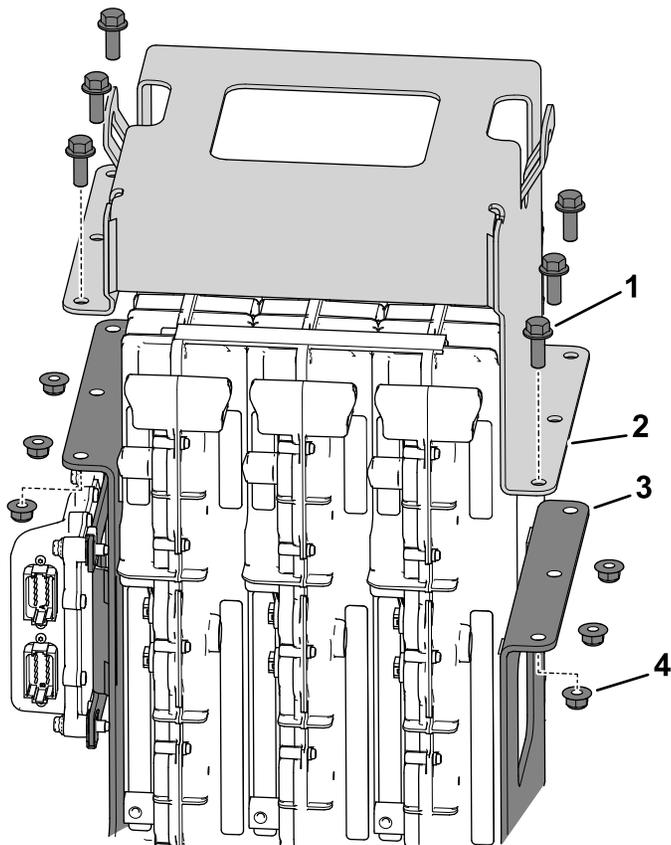

Bild 14
3. Verwenden Sie 6 Bundbolzen ($\frac{3}{8} \times 1''$) und 6 Bundmutter ($\frac{3}{8}''$), um den oberen Gurt an der oberen Montageplatte zu befestigen (**Bild 14**).